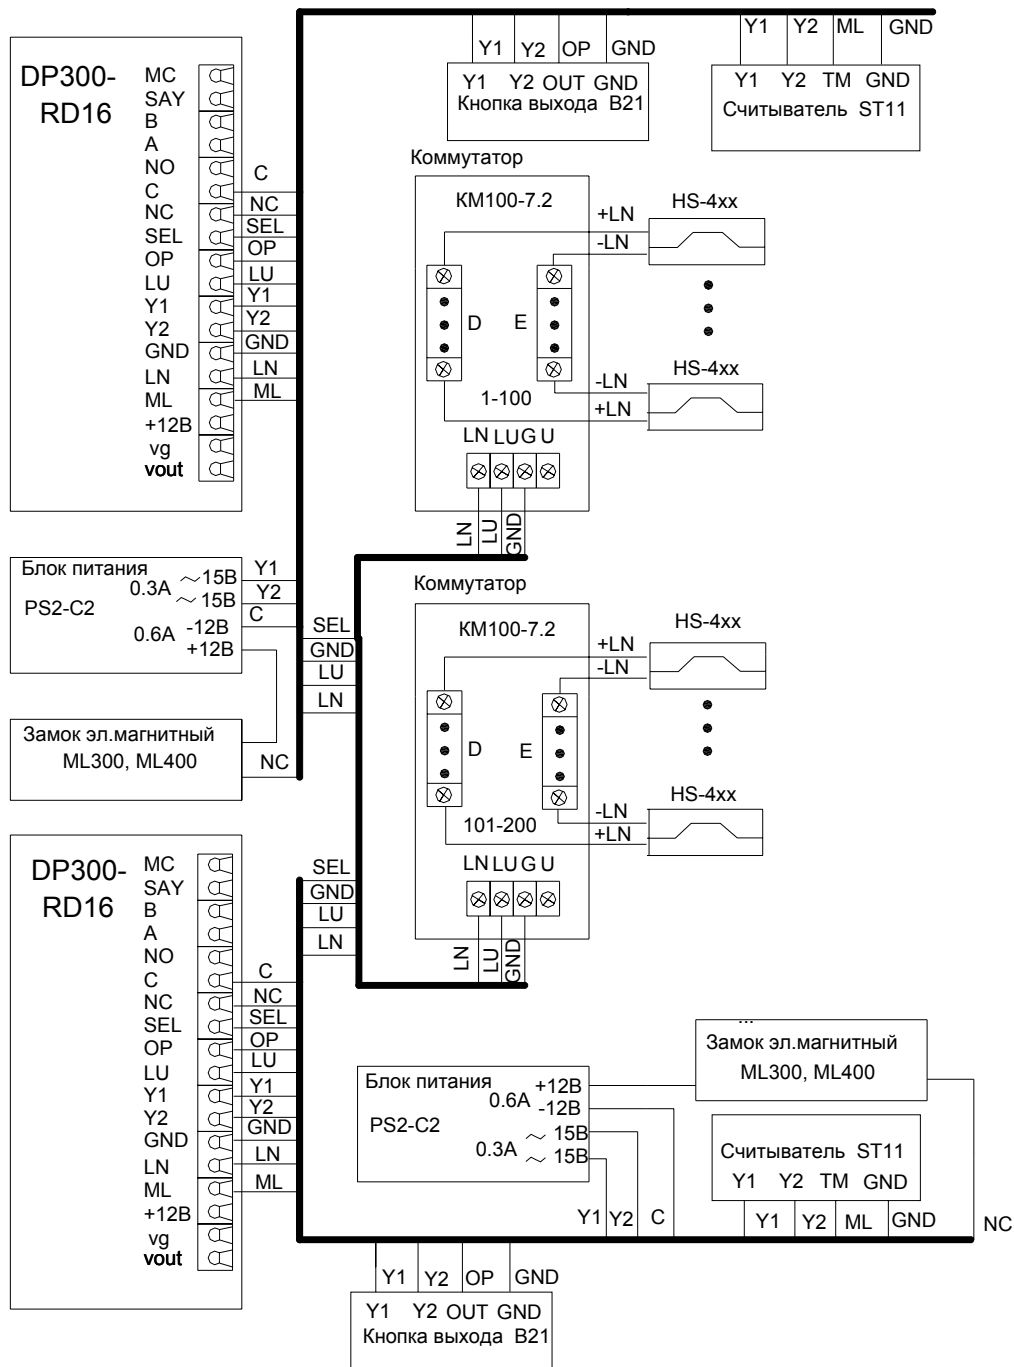

Рис.3 Пример схемы подключения DP300-RD16 в составе домофонного комплекса.
- "занято" – показывает, что разговорная линия занята другим блоком вызова, параллельно подключенному к данному блоку вызова (см.рис. 3)
Блок вызова соединяется с остальными блоками системы согласно приведенной монтажной схеме (рис.3).
Блок питания подключается к замку и блоку вызова согласно приведенной монтажной схеме (рис.3). Блок питания и коммутатор имеет специальные клеммные колодки для подключения проводов с соответствующими обозначениями. Для подключения блока питания к сети 220 В **обязательно(!)** должна быть установлена розетка.
С абонентскими пультами коммутатор соединяется согласно приведенной монтажной схеме (рис.3) по двум десятипроводным шинам, проложенным в стояке
Пульт подключается к соответствующим проводам (клемма «+» пульта к шине десятков D0..D9 коммутатора, клемма «-» к шине единиц E0..E9 коммутатора). Схема соединений блоков комплекса приведена на рис.3.
Электромагнитный замок подключается к блоку питания и к блоку вызова согласно схеме на рис.3. Цепи коммутации электромагнитного замка в блоке вызова содержат схему размагничивания. При подключении следует соблюдать полярность напряжения, указанную на схеме, во избежание выхода из строя блока вызова.